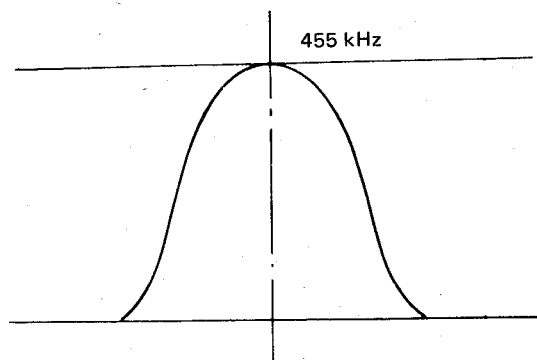

Abb. 6
- 5) Die Abtast-Ausgabe so weit wie möglich herunter-schalten, so daß die Wellenform-Stufe von Abb. 6 erreicht wird.
- 6) Den TA02 TA04 einstellen, um eine in Abb. 6 gezeigte Wellenform zu erhalten. Die Einstellungen müssen so durchgeführt werden, daß die Einzel-Gipfel-Charakteristiken längsweise symmetrisch sind und die Sensitivität muß am höchsten sein.